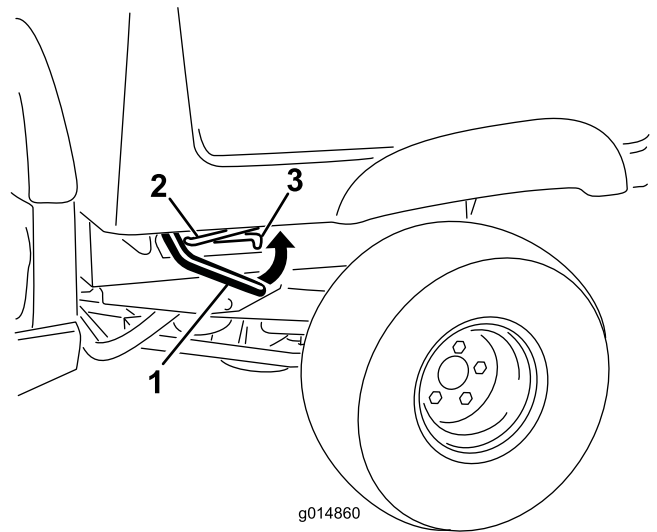

Figura 1
2. Levante la palanca situada en cada lado de la plataforma y eleve la plataforma (Figura 1).
3. Tire de la varilla de sujeción hasta que entre en la muesca, afianzando la plataforma (Figura 1).